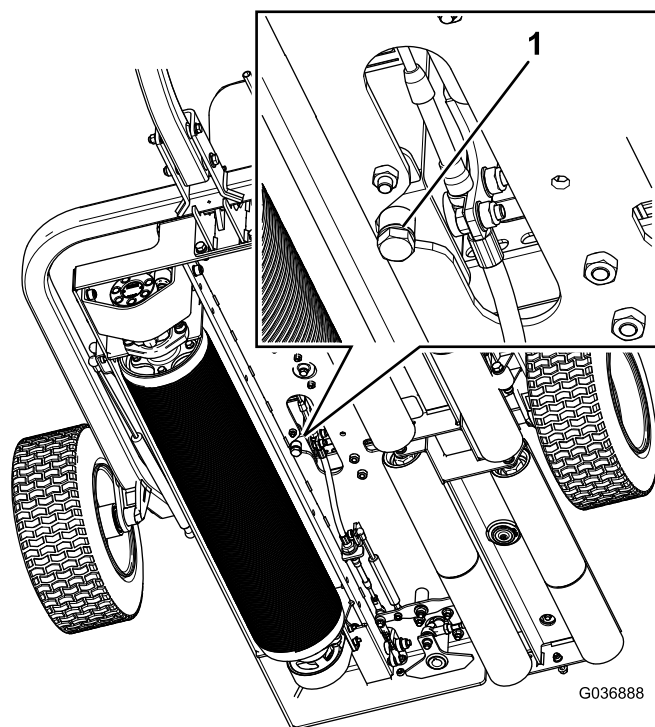

Figure 36
1. Placez un bac de vidange sous le bouchon de vidange du réservoir hydraulique (Figure 36).
2. Retirez le bouchon de vidange au bas du réservoir (Figure 36).